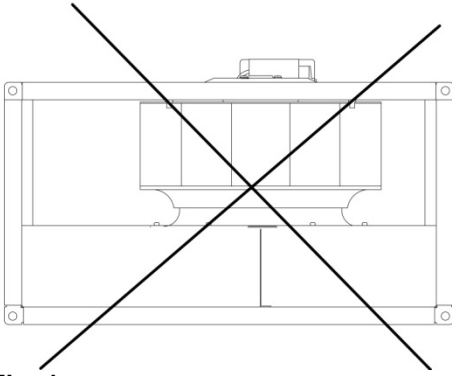

Fig. 1
Läs igenom säkerhetsinformationen ovan innan du påbörjar installationen. Installation, elanslutningar och driftsättning får endast utföras av behörig personal och i enlighet med gällande krav och föreskrifter. Elanslutningar ska göras enligt kopplingsdiagrammet i kopplingsboxen, märkningar på kopplingsplintarna eller på kabeln. Alla 3-fasfläktar levereras från fabriken med ledningsdragning för 400V 3-fas. Tät alla tomma kabelgenomföringar med blindpluggar. K-fläktar ska installeras med kopplingsboxen ovanpå enheten  $\pm 90$  grader. Om permanent installation utförs med kablar med diameter 12–14 mm, måste ingångsgenomföringen bytas ut (gäller typ K, KV, RVF och KVK 125/160). För att behålla kapslingsklass IP44 får RS-fläktar inte monteras med kopplingsbox/motorplatta uppåt (**fig. 1**). Fläktar med termokontakter med externa ledare (TK) måste alltid anslutas till externt motorskydd. Montera fläkten i luftflödesriktningen (se pil på enheten). Fläkten måste installeras så att vibrationer inte överförs till kanalsystemet eller byggnaden. Lämpliga tillbehör som klämmor och diffusorer kan beställas. Kontrollera att fläkten sitter stabilt och att den är fast förankrad (**fig. 3**). Fläkten kan monteras i valfri riktning om inte annat anges. Fläktarna måste monteras så att service och underhåll kan utföras enkelt och säkert. Störande ljud kan minskas genom att ljuddämpare installeras (finns som tillbehör).